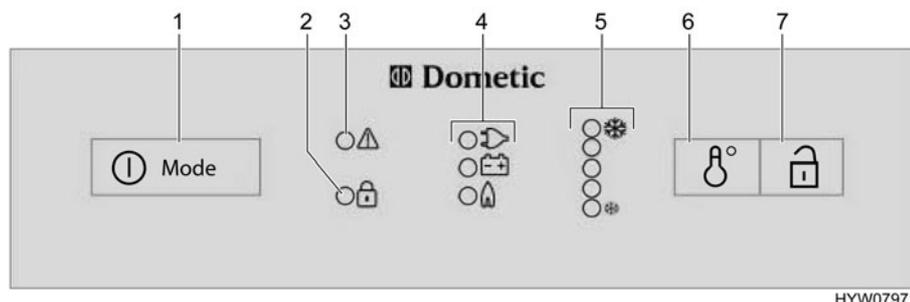

Fig. 194 Elementos de mando para el frigorífico (Dometic de la serie 8 con SMSE)
- Pulsar el conector/selector de energía (Fig. 194,1) 2 segundos para conectar el aparato. Se ilumina el LED del último modo de funcionamiento seleccionado.
- Si fuera necesario, pulsar el conector/selector de energía (Fig. 194,1) varias veces brevemente hasta que se ilumine el piloto gas "🔥". El suministro de gas está abierto. El encendido se realiza automáticamente. Se oye un sonido de tic-tac hasta que el proceso de encendido se haya llevado a cabo con éxito.
- Ajustar la temperatura de refrigeración con el conmutador para el ajuste de la temperatura (Fig. 194,6).
- Si fuera necesario, pulsar el conector/selector de energía (Fig. 194,1) varias veces brevemente hasta que se ilumine el piloto 230 V "⚡".
- Si fuera necesario, pulsar el conector/selector de energía (Fig. 194,1) varias veces brevemente hasta que se ilumine el piloto 12 V "⊕".